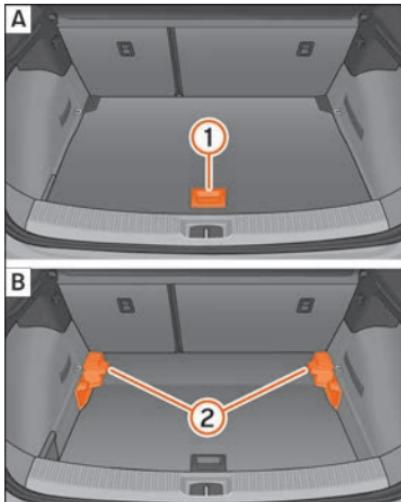

Fig. 117 Suelo variable del maletero: **A** posición alta; **B** posición baja.
- Para pasar de la posición baja a la alta, levante el piso por el asidero »» **fig. 117 ①**, tire de él hacia atrás hasta que la parte delantera del piso rebase totalmente los soportes **②**.
- Haga desplazar sobre estos el piso hacia adelante hasta que haga tope en el respaldo de los asientos posteriores y, a continuación, baje el piso con el asidero **①**.
- Para pasar de la posición alta a la baja, levante el piso por el asidero »» **fig. 117 ①**, tire de él hacia atrás hasta que la parte delantera del piso rebase totalmente los soportes **②**.
- Deje caer la parte anterior contra el piso y empuje el piso hacia adelante hasta que haga tope en el respaldo de los asientos posteriores bajando al mismo tiempo el piso con el asidero **①**.
- Con el suelo variable en posición alta, levántelo por el asidero »» **fig. 117** ①, tire de él y empuje hacia el respaldo de los asientos posteriores hasta que se doble por la línea de bisagra y la parte móvil del piso repose sobre el mismo.